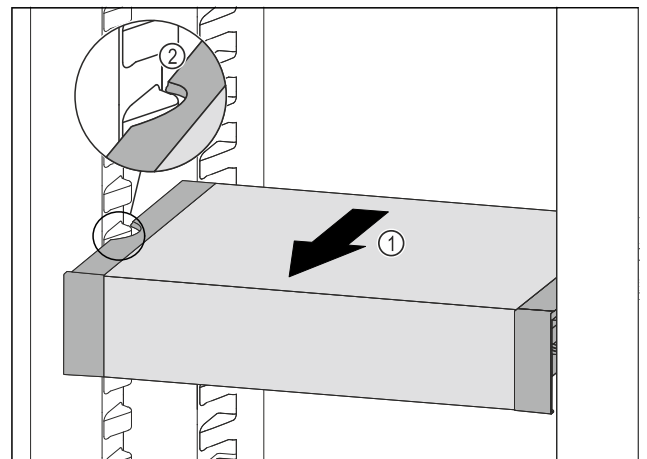

Fig. 84
- ▶ Húzza előre felé a VarioSafe fiókot annyira Fig. 84 (1), hogy a VarioSafe oldalsó kivágásai a hűtőrészben a tartóborda magasságában legyenek. Fig. 84 (2)